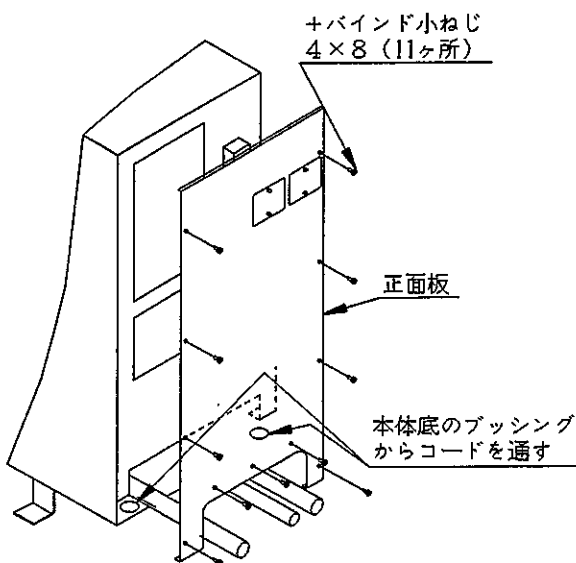

図5-1 正面板取り外し
- ① 前面板を11本のねじを外して取り外す。(図5-1)
- ② 単相100Vと三相200Vの電源ケーブルおよび循環ポンプ電源ケーブルを本体底のブッシングに通す。